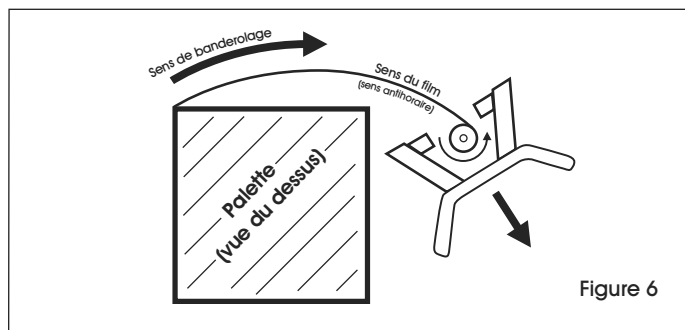

Figure 6
2. Pour envelopper la palette dans le sens horaire, placez le film sur le porte-film inférieur de façon à ce que le film se distribue à partir du rouleau dans le sens antihoraire. (Voir Figure 6)
2. En distribuant le film à partir du rouleau, vous devez envelopper votre produit en tirant le distributeur pour qu'il enrobe la palette tout en vous assurant que le film n'entre pas en contact avec les pattes du distributeur. (Voir Figure 6)